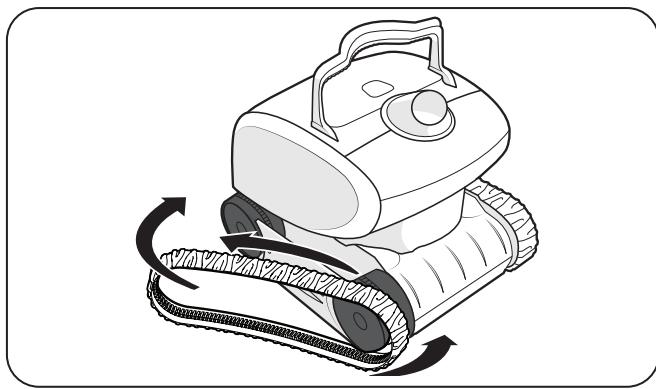

Figura 24. Estirar la oruga alrededor de las ruedas
- Para instalar una nueva oruga, coloque la nervadura interna de la oruga en la ranura de la primera rueda (Figura 24).
- Estire la oruga para colocarla alrededor de la segunda rueda (Figura 24). Empuje y posicione la nervadura de la oruga para que la oruga se asiente correctamente en la ranura de la rueda.